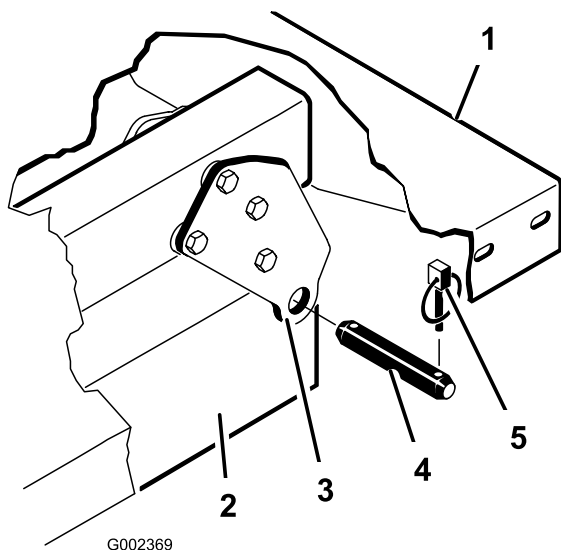

Figure 41
**Remarque:** Vérifiez que les plaques de pivot arrière sont boulonnées au cadre/profilé de la machine de sorte que l'extrémité inférieure soit inclinée vers l'arrière (Figure 41).